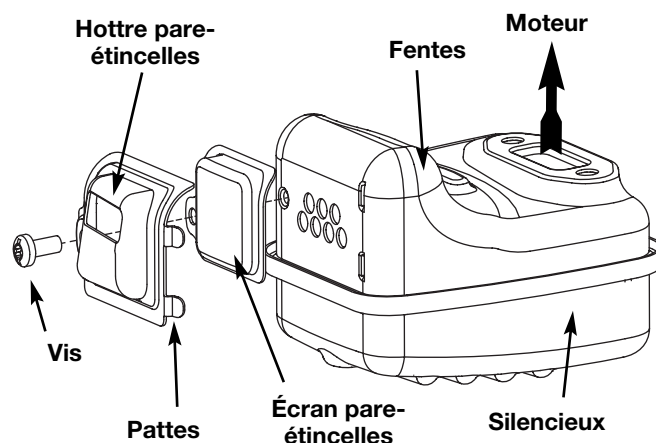

Fig. 28
2. Situez le pot d'échappement sans le retirer. Trouvez le vis sur la partie inférieure du pot d'échappement (Fig. 28). Retirez le vis en vous servant soit d'un tournevis torx #20 ou d'un tournevis plat.